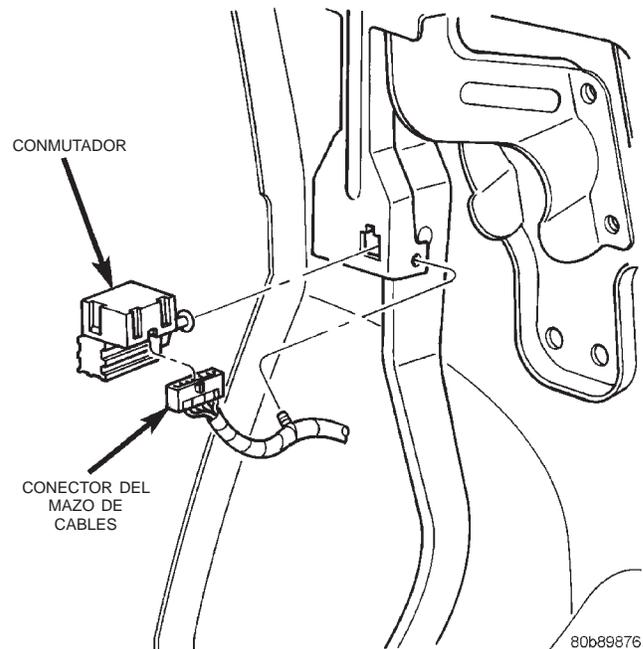

Fig. 16 Conmutador de luz de stop
(1) Retire la cubierta de la columna de dirección y baje el panel tapizado para acceder al conmutador (si fuera necesario).
(2) Oprima el pedal del freno hasta el fondo.
(3) Gire el conmutador 30° aproximadamente hacia la izquierda para desbloquear el retén del conmutador. Luego tire del conmutador hacia atrás y hacia afuera del soporte.
(4) Desconecte el mazo de cables del conmutador y retire el conmutador del vehículo (Fig. 16).